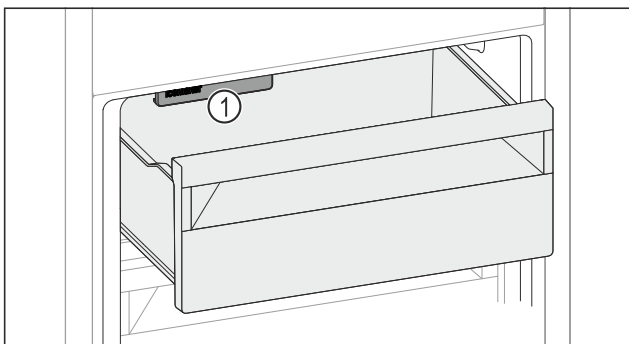

Fig. 131
- ▶ Слідкувати за функцією IceMaker Fig. 131 (1).